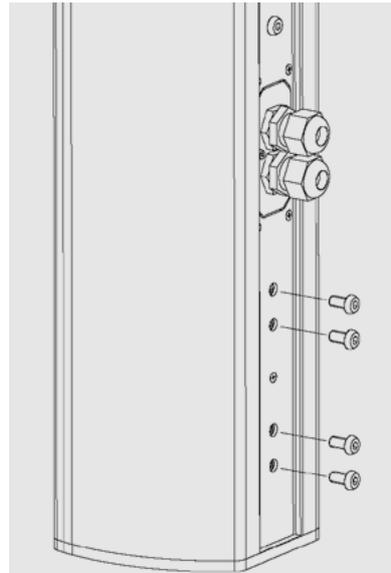

Abbildung 4
1. Entfernen Sie die vier bis sechs Linsenschrauben M6 unterhalb des Anschlussfeldes. **SIEHE ABBILDUNG 4.**